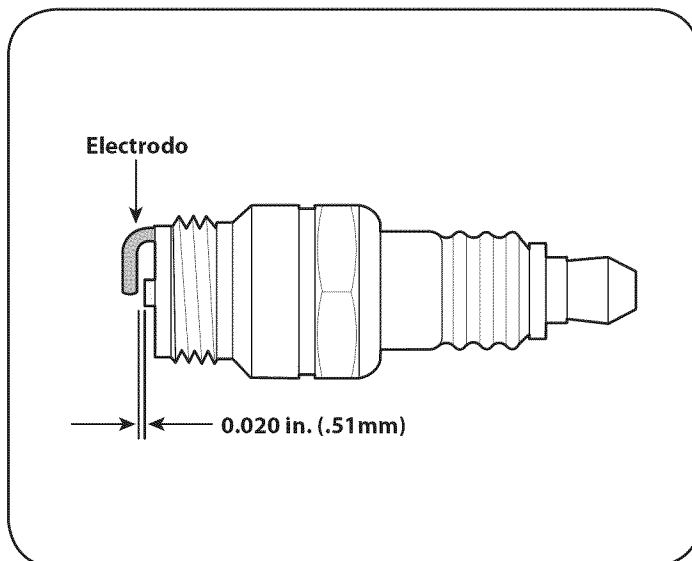

Figura 15
3. Compruebe el entrehierro con un calibrador de alambre. La separación correcta es 0,020 in. (0,51 mm). Vea la Figura 15. Si es necesario, reajuste el entrehierro.